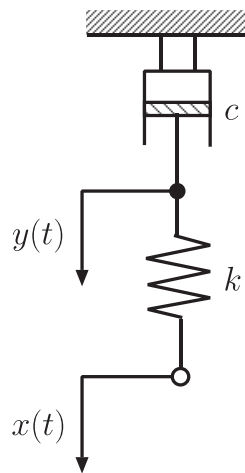
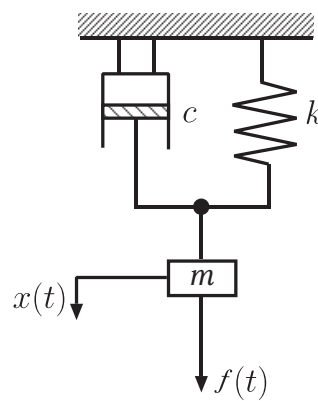

図1
図2
以下に示した図1の「バネ・ダンパ系」と図2の「バネ・マス・ダンパ系」のそれぞれの系について、次の設問(1)～(4)に答えよ。
- (1) 図1のばね定数 $k = 5 \text{ N/m}$ 、ダンパの減衰係数 $c = 8 \text{ N}\cdot\text{s/m}$ とする。変位 $x(t)$ を入力、変位 $y(t)$ を出力とするこの系の伝達関数 $G(s)$ を計算し、適切な数式を〔数式群〕から選び、その番号を解答用紙の解答欄【A】にマークせよ。
① $\frac{5}{5s+8}$ ② $\frac{5}{8s+5}$ ③ $\frac{8}{5s+8}$ ④ $\frac{5}{5s^2+8s}$ ⑤ $\frac{8}{8s^2+5s}$
- (2) 図1について、定常値の63.2%に達するまでの時間 T [s] を計算し、最も近い値を〔数値群〕から選び、その番号を解答用紙の解答欄【B】にマークせよ。
① 0.7 ② 0.9 ③ 1.2 ④ 1.6 ⑤ 2.4
- (3) 図2について、質量 m 、外力 $f(t)$ を入力、変位 $x(t)$ を出力とするこの系の伝達関数 $G(s) = \frac{5}{s^2 + 64s + 16}$ のとき、ばね定数 k [N/m] を計算し、最も近い値を〔数値群〕から選び、その番号を解答用紙の解答欄【C】にマークせよ。
① 1.2 ② 1.8 ③ 2.4 ④ 3.2 ⑤ 4.8
- (4) 図2について、ダンパの減衰係数 c [N·s/m] を計算し、最も近い値を〔数値群〕から選び、その番号を解答用紙の解答欄【D】にマークせよ。